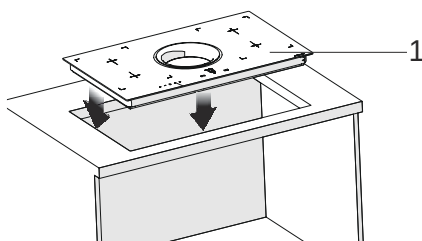

Fig. 12
2. ➡ ■ Lägg nu ner spishällen försiktigt i det utskurna hålet (Fig. 12).